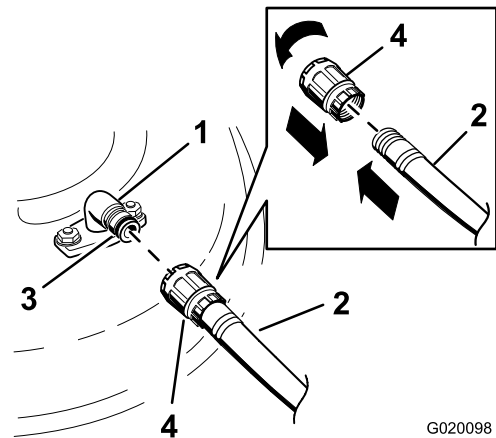

Figure 78
- Branchez le raccord du tuyau au raccord de lavage du plateau de coupe et ouvrez l'eau en grand (Figure 78).